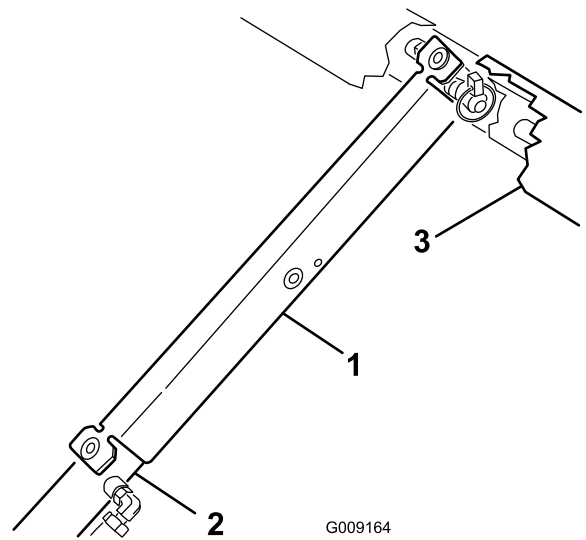

図 47
- サポートをシリンダロッドにはめ込み、サポートの端部でシリンダバレルの端とシリンダロッドの端を確実に支える（図 47）。